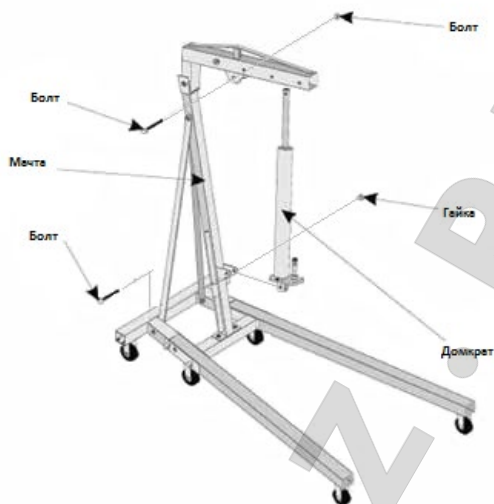

Рис.6
7. Установите нижний конец домкрата на мачту, используя бот и гайку. Закрепите верхнюю часть домкрата на стреле используя болт и гайку. (См. Рис. 6)